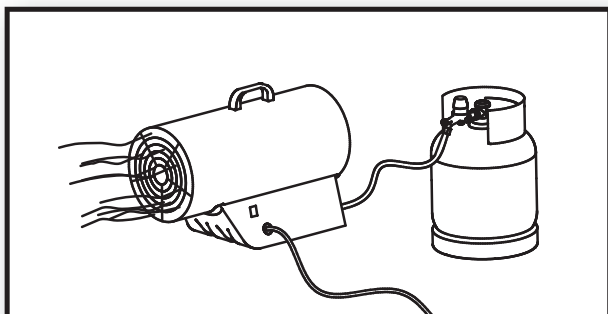
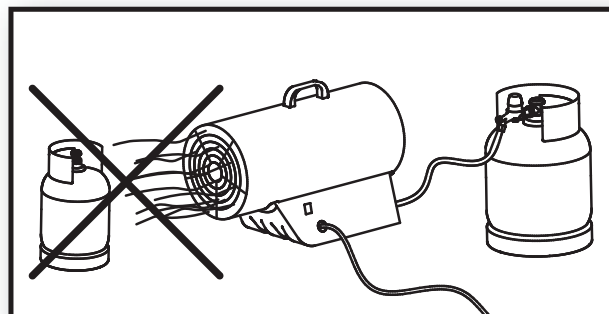

Fig. 1
Fig. 2
► **2.12.** Așezați butelia de gaz într-un loc protejat, în spatele aparatului (Fig. 1). Aparatul nu trebuie să fie niciodată îndreptat spre butelia de gaz (Fig. 2).